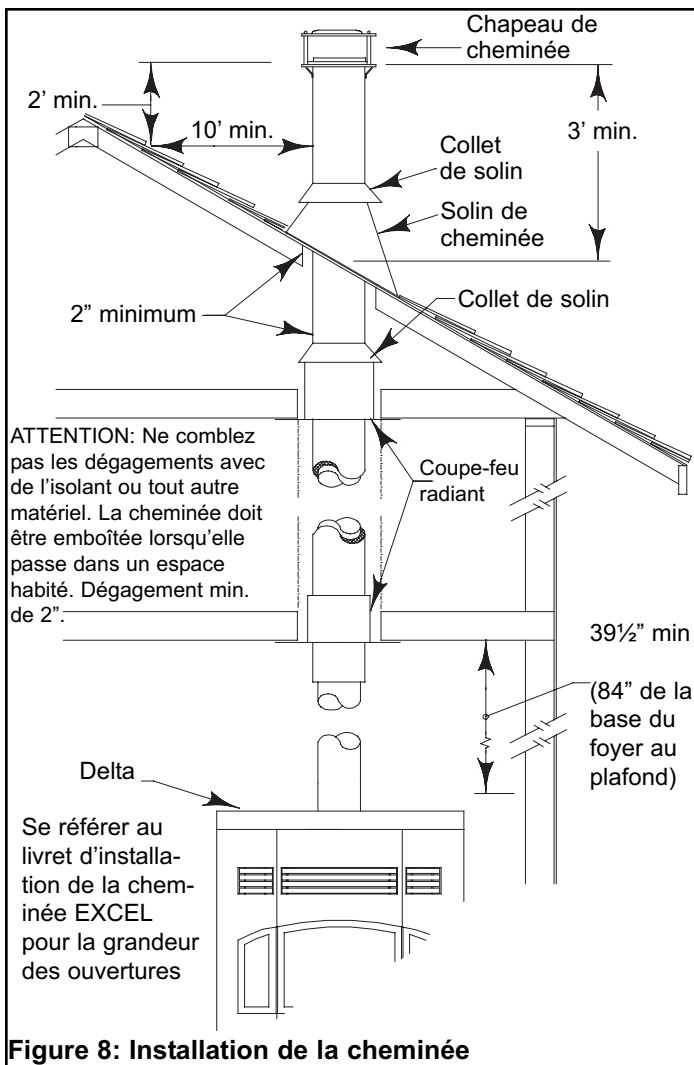

Figure 8: Installation de la cheminée
2. Par le dessous, installez un coupe-feu radiant sur chaque étage par lequel la cheminée passe. Au grenier, installez un coupe-feu radiant et un collet de solin comme indiqué à la (Figure 8).